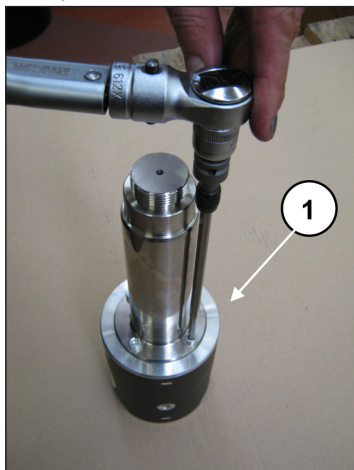

图 43
要将杆与活塞导承分开，必须使用专用扳手(位置①，图 43)拧松M6圆柱头螺丝。